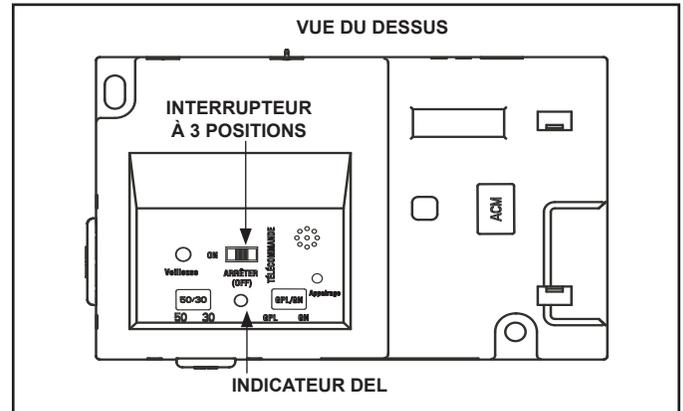

Figure 3.4 IFT-ECM
1. Le module de commande électronique (IFT-ECM) possède un interrupteur de sélection à trois positions ON/OFF/REMOTE qui doit être réglé pour un bon fonctionnement. Voir la figure 3.4. Lorsque vous changez la position, il est important de faire une pause de 1 à 2 secondes dans chaque position.